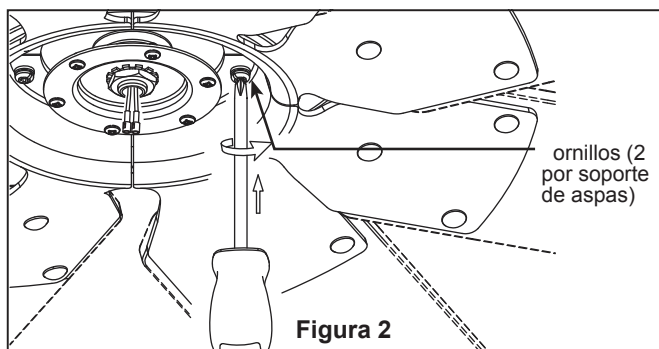

Figura 2
2. Ajuste las aspas ensambladas y los soportes al del motor con los tornillos y las arandelas de seguridad suministrados. Asegúrese de que los tornillos que fijan los soportes de aspas al buje del motor estén bien ajustados y que los soportes de aspas estén correctamente colocados. (Figura 2)